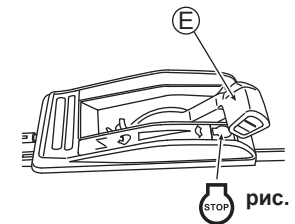

рис. 15
2 Переведите рычаг газа (E) в положение "STOP" (См. рис. 15.)